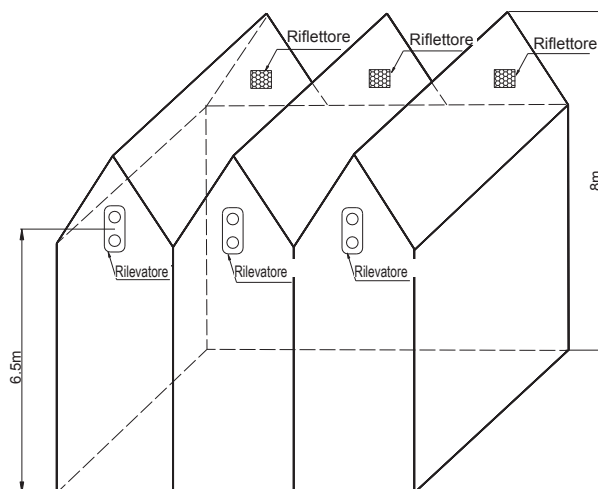

Fig. 7
d) In caso di struttura a spiovente con altezza pari a circa 8 m, installare il rilevatore e il riflettore sulle due pareti opposte a una distanza di 1,5 m dalla trave maestra dello spiovente, come illustrato nella Fig. 7.